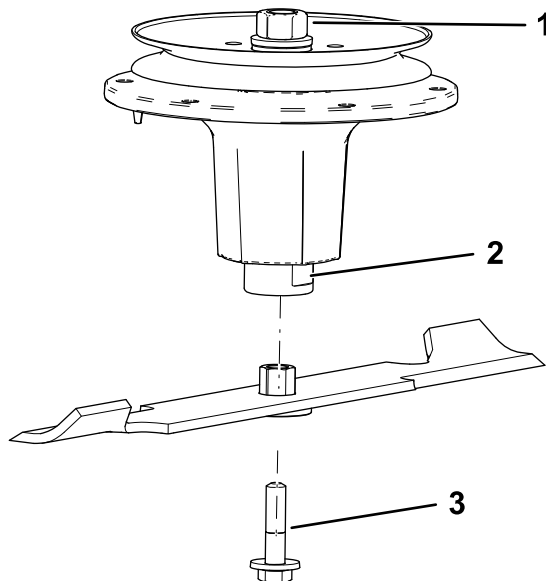

Bild 79
2. Montieren Sie die Buchsen-/Messerbaugruppe auf der Spindelwelle (**Bild 79**).